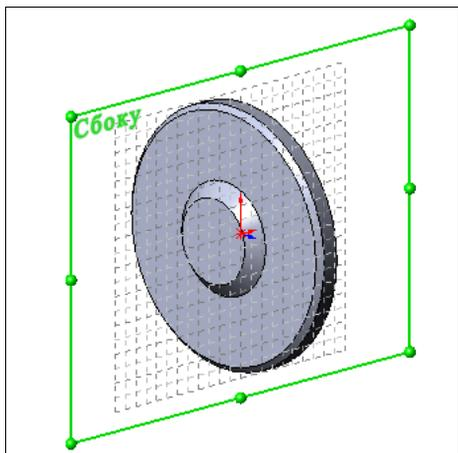

Рис. 2.45
9. Оформим вырез крышки методом поворота. Для построения эскиза выреза выберем плоскость, в которой располагается ось основания крышки. В данном случае это может быть плоскость **Сверху** или плоскость **Сбоку**. Выберем плоскость **Сбоку** и войдем в эскиз  (рис. 2.45).